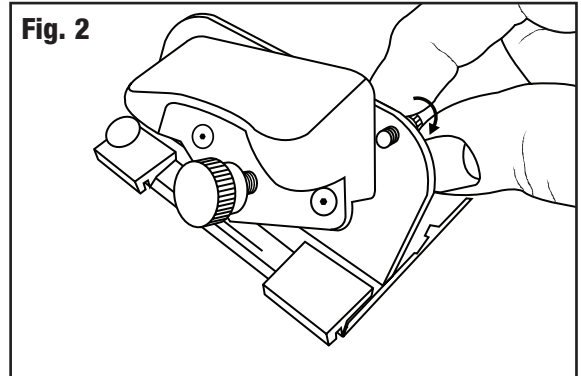

Fig. 2
1. Quite el tornillo de retención de la cuchilla lo suficiente para pivotar el sujetador de la cuchilla hacia atrás (Fig. 2). Suelte el tornillo de cuchilla.